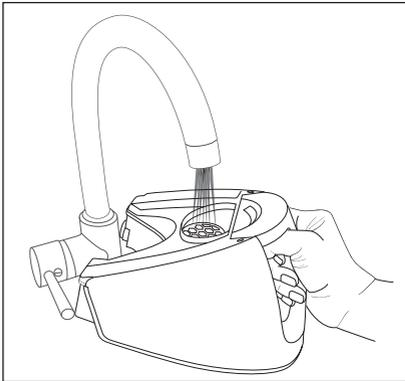

Fig. 2
- 2) Llene el depósito de agua **7** por la abertura con agua corriente o agua destilada (consulte la fig. 2).